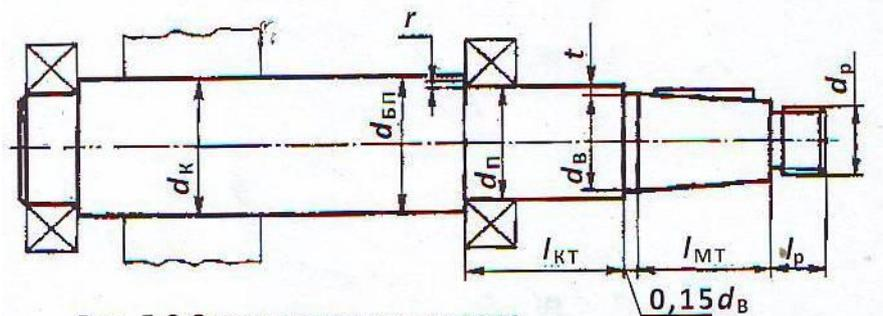

Рис. 5.8 Схема конструкции вала
1.8 Эскизная разработка конструкции вала и оценка его размеров по чертежам рис.5.8, рис.5,9а конструктивно назначением:  $l_1, l_2, l_3$ :